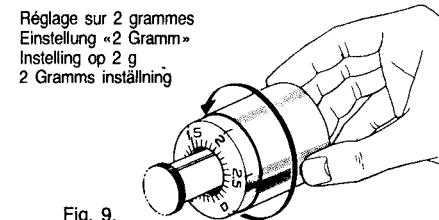

Fig. 9.
(Fig. 9.) Réglage sur 2 grammes.
- Das Ausgleichsgewicht im Uhrzeigersinn drehen, bis am Stellring die für das verwendete Tonabnehmersystem vorgeschriebene Auflagekraft abgelesen werden kann. Fig. 9 zeigt eine Einstellung auf 2 Gramm.
Instelling op 2 g. (fig. 9.)